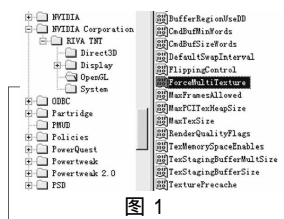

图 1
2. 打开强制多重纹理——在你的注册表中，来到 HKEY_LOCAL_MACHINE\Software\NVIDIA Corporation\Riva TNT\OpenGL\ 目录。创建一个 DWORD 值，名为 ForceMultiTexture(要区分大小写)。可将它的值设为 1 或 0。若设为 1，表示强制使用多重纹理贴图；若为 0，则表示强制禁止多重纹理贴图（如图 1 所示）。